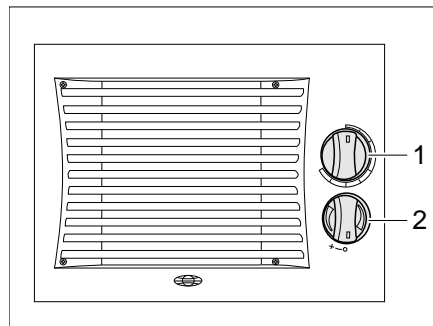

Bild 174 Bedienelemente Zusatz-Wärmetauscher
- Den Drehregler (Bild 174,1) des Durchflussreglers bis zur gewünschten Position drehen. Der Wasserkreislauf ist offen.
- Den Gebläseschalter (Bild 174,2) des Umluftgebläses im Uhrzeigersinn drehen.
- Den Gebläseschalter (Bild 174,2) auf "0" drehen.
- Den Drehregler (Bild 174,1) des Durchflussreglers ganz zurückdrehen.